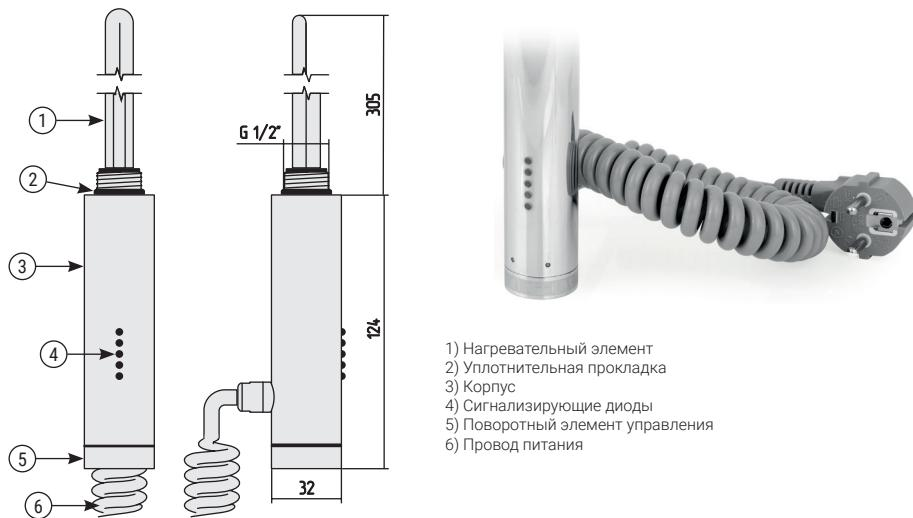

Рис.5
- 5.3. Составные элементы (рис. 5):
6.2. Поворот ручки регулятора (рис. 5 «5») по часовой стрелке позволяет перейти к выбору следующих режимов работы: